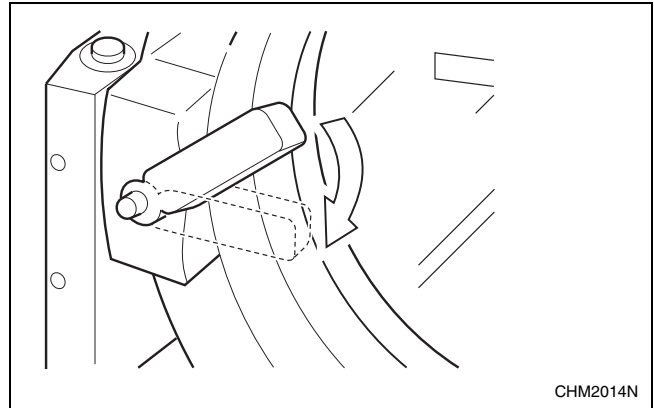

Figura 6
5. Cierre la puerta y gire la palanca en el sentido de las agujas del reloj hasta su posición horizontal. Consulte la *Figura 6*.